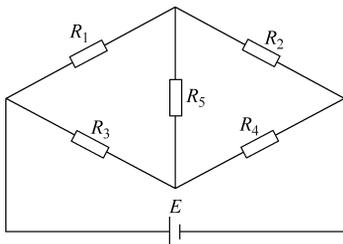

图 2-3
3. 如图 2-3 所示, 已知 $R_1 = 10\Omega$, $R_2 = 2.5\Omega$, $R_3 = 5\Omega$, $R_4 = 20\Omega$, $E = 2.5\text{V}$ (内阻不计), $R_5 = 69\Omega$, 试求电阻 R_5 上通过的电流。